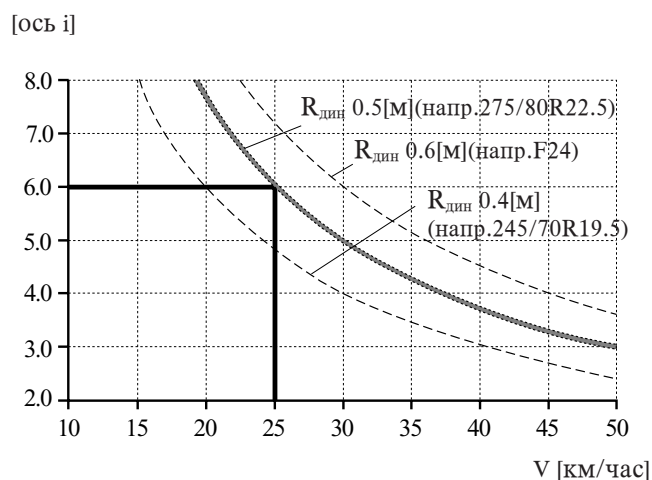

Рис. 10
- максимально допустимая скорость буксировки должна определяться в зависимости от передачи осей и размера шин согласно приведенной диаграмме (рис. 10).